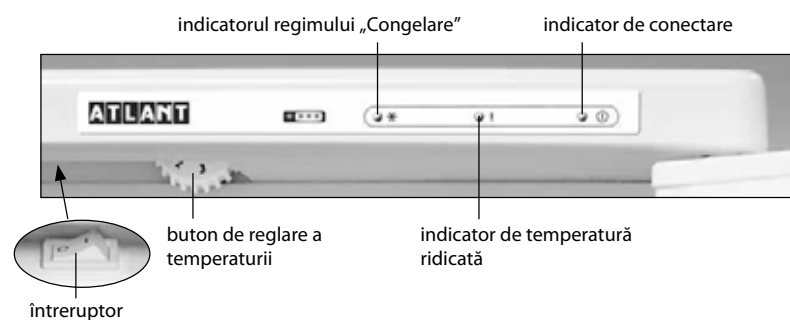

Figura 3 – Elemente de comandă a congelatorului
2.1.1 Elementele de comandă în conformitate cu figura 3 sunt:
2.2.1 Pentru a porni congelatorul trebuie de conectat acesta la rețeaua electrică – se va aprinde indicatorul de conectare în conformitate cu figura 3.
2.4.1 Conectarea regimului „Congelare” se efectuează prin apăsarea întrerupătorului spre indicele „1” – se aprinde indicatorul regimului, la apăsare spre indicele „0” regimul se deconectează și indicatorul se stinge în conformitate cu figura 3.